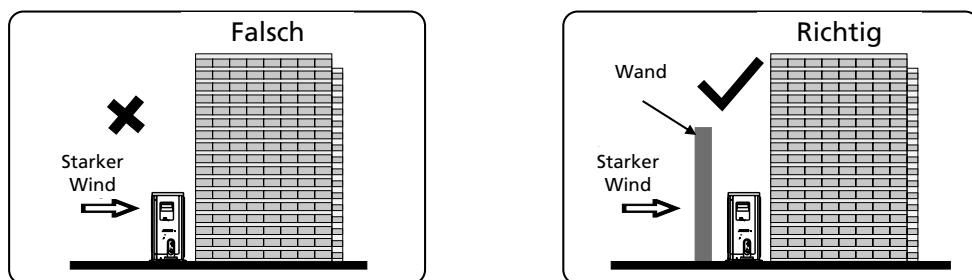

Abbildung 5
- Sollte der Installationsort starken Winden ausgesetzt sein, wie zum Beispiel am Meer, so achten Sie darauf, dass das Gebläse ordnungsgemäß funktioniert, indem Sie das Gerät längs entlang der Wand installieren oder eine Staub- oder Schutzplatte verwenden. Siehe Bild 5.